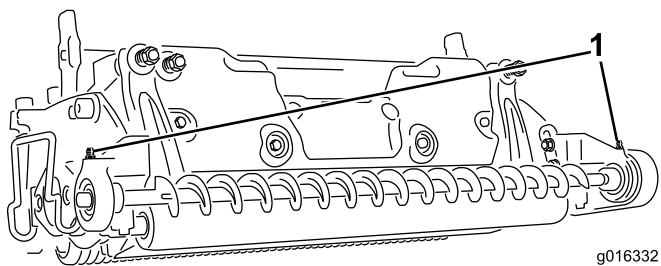

Figure 23
15. Graissez les graisseurs du logement de palier avec de la graisse n° 2 au lithium ; voir Figure 23.